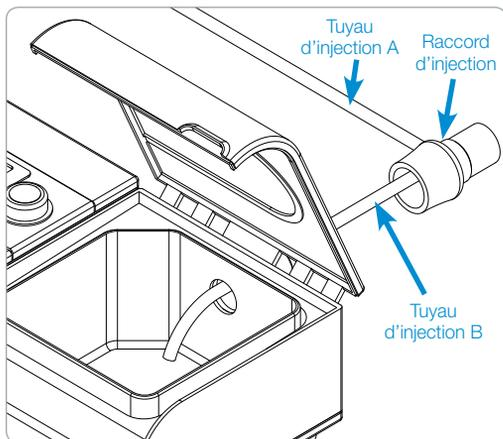

Figure 2. Connecter le raccord d'injection
1. Positionner le raccord d'injection sur le port de l'humidificateur (où le tuyau de PPC était connecté) pour permettre au plus petit tuyau d'injection B d'entrer dans le réservoir (figure 2). L'extrémité du tube doit être placée au-dessus de la plaque chauffante.